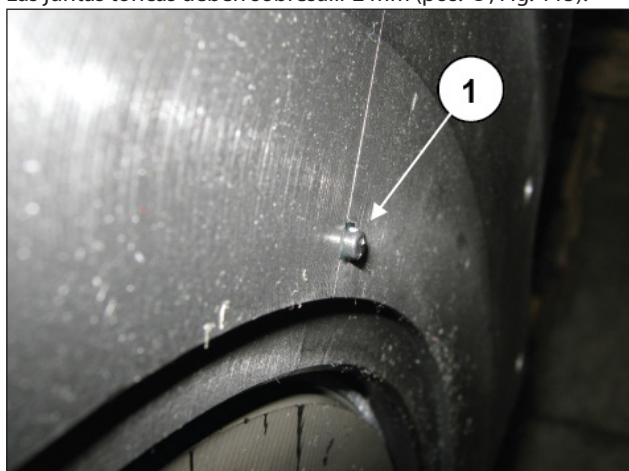

Fig. 115
Las juntas tóricas deben sobresalir 2 mm (pos. ①, Fig. 115).